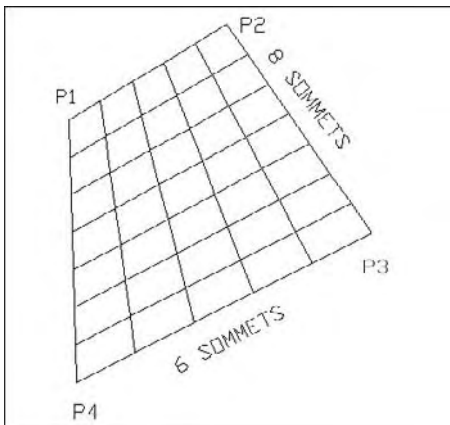

Fig.6.10
- MAILLE (MESH) : permet de dessiner un réseau maillé en spécifiant les 4 points d'extrémités, ainsi que les tailles M et N du maillage (fig.6.10).